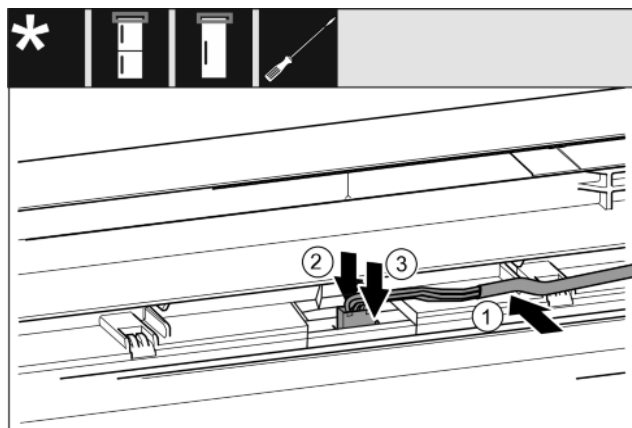

Fig. 35
- ▶ Helyezze be a szürke kábelt a felső ajtóban lévő vezetősínbe. *Fig. 35 (1)*
- ▶ Nyomja hátrafelé a reteszelő bütyköt *Fig. 35 (2)*
- ▶ Pattintsa be a dugót. *Fig. 35 (3)*